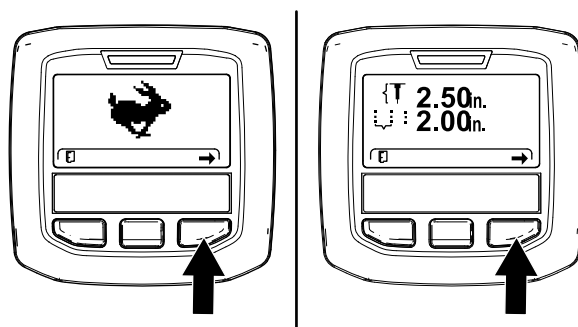

Figura 65
**Nota:** Viene visualizzata la schermata della modalità TRASPORTO o della modalità ARIEGGIATURA (Figura 65).